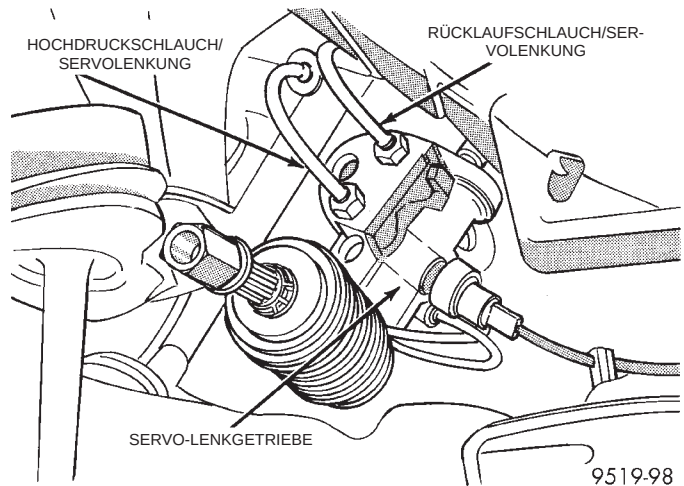

**Abb. 9 Anschlüsse der Servolenkungsschläuche am Lenkgetriebe**
(1) Fahrzeug anheben. Dazu Unterstellböcke oder eine Hebebühne verwenden, die am Rahmen ange-setzt wird (siehe Kapitel 0, Schmierung und Wartung, Abschnitt "Anheben des Fahrzeugs").
(2) Den vorderen Querträger so weit absenken, daß die Schlauchanschlüsse an der Seite des Lenkgetriebes zugänglich sind.
(3) Hochdruckschlauch (Abb. 9) vom Lenkgetriebe abschrauben. Das offene Ende des Schlauchs in einen Auffangbehälter halten, so daß das Servoöl aus der Servopumpe und dem Schlauch herauslaufen kann.